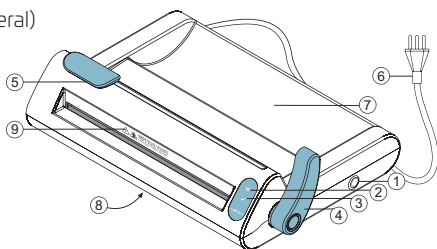

Fig. 1
- 1 Enchufe la selladora y pulse el botón de encendido/apagado hasta que suene el bip para encender el equipamiento, el LED  estará parpadeando y 3 bips sonarán, indicando que la selladora está en la etapa de calentamiento. Al alcanzar la temperatura de sellado (aproximadamente tres minutos con la palanca levantada, Fig. 1), serán emitidos 2 bips y el LED permanecerá encendido, indicando que la selladora está lista para ser utilizada.
- 2 Inserte la punta de papel grado quirúrgico a través de la entrada de sellado, siempre con el lado del papel para abajo y la parte plástica hacia arriba, tire hacia el otro lado y repose el rollo en el alojamiento para rollos (Fig. 1). Tire del papel para que este sea sellado en el tamaño deseado.